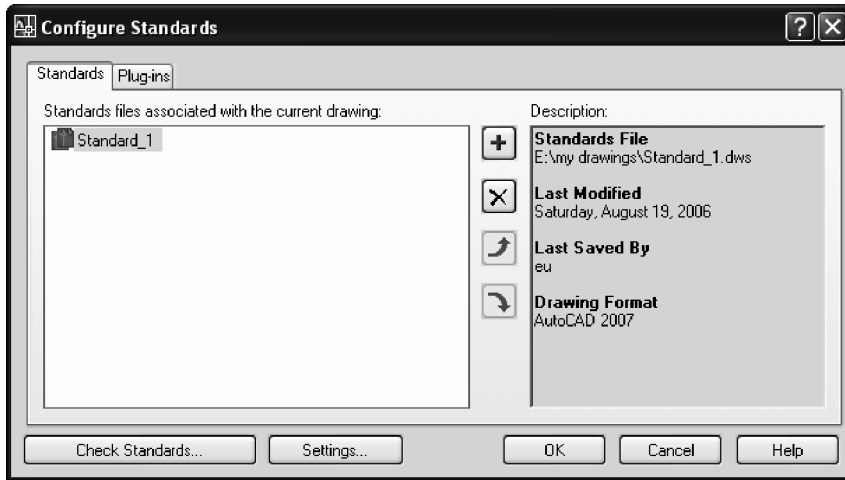

Fig. 5.47 Fereastra de dialog **Configure Standards**
1. În fereastra de dialog **Configure Standards** din Fig. 5.47, panoul *Standards*, se acționează butonul **+** (*Add Standards File*).